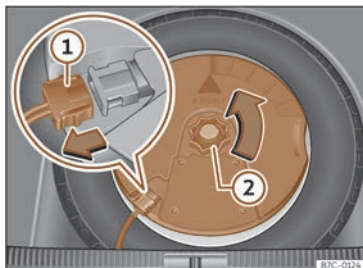

Fig. 212 În portbagaj: demontați subwoofer-ul.
- Deconectați cablul difuzorului subwoofer >>> fig. 212 ①.
- Rotiți roata de asigurare în sens antiorar >>> fig. 212 ②.